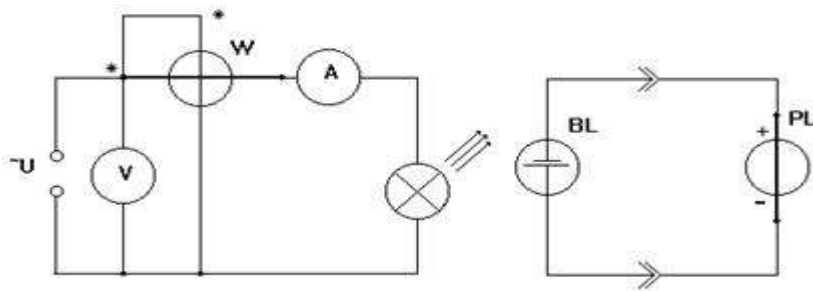

Рис. 1. Схема исследования лампы накаливания
- 1.3 Собрать схему (рис.1) и показать ее преподавателю.